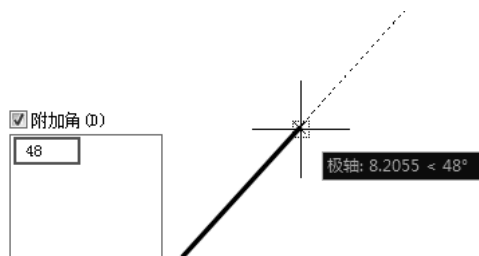

图 3-41 设置“附加角”进行捕捉
- “附加角”复选框：增加任意角度值作为极轴追踪的附加角度。勾选“附加角”复选框，并单击“新建”按钮，然后输入所需追踪的角度值，即可捕捉至附加角的角度，如图 3-41 所示。